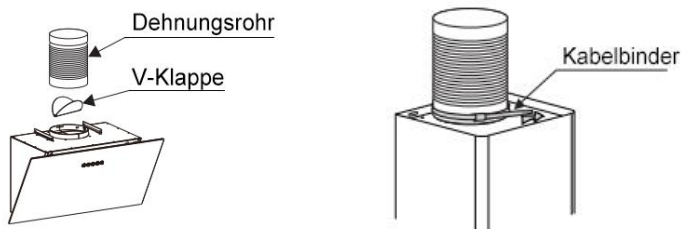
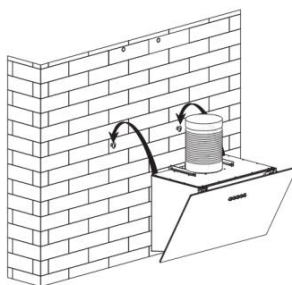
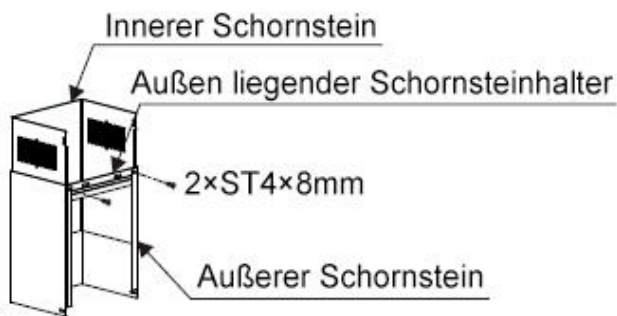

Bild 3
Bild 4
Bild 5
5. Bringen Sie die V-Klappe an der Dunstabzugshaube an und sichern Sie das Expansionsrohr mit einem Kabelbinder am Luftauslass. Siehe Bild 3
6. Hängen Sie das Gerät mit den Befestigungsschrauben an der Wand auf. Siehe Bild 4.
7. Montieren Sie die Schornsteinhalterung am Schornstein. Siehe Bild 5.
- Weg 1. Drücken Sie mit einem Werkzeug oder Ihren Händen das Federblatt auf beiden Seiten der LED-Leuchte nach innen, bis die Leuchte sich löst, Siehe Bild 3. Ziehen Sie dann den Anschlussdraht der Leuchte leicht heraus, Siehe Bild 4.
- Weg 2. Verwenden Sie einen Schlitzschraubendreher, um die Unterkante der LED-Leuchten aufzuheben, Siehe Bild 5, und ziehen Sie dann den Anschlussdraht der Leuchten leicht heraus, Siehe Bild 4.